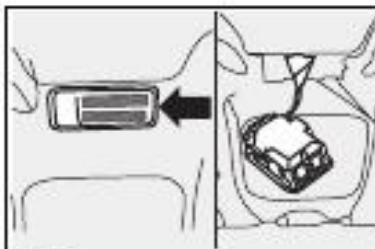

fig. 63
- 1) remover a lente transparente **fig. 63** forçando levemente com uma chave de fenda no local indicado pela seta;
2) remover a capa plástica de proteção da lâmpada, puxando-a-**fig. 63**;